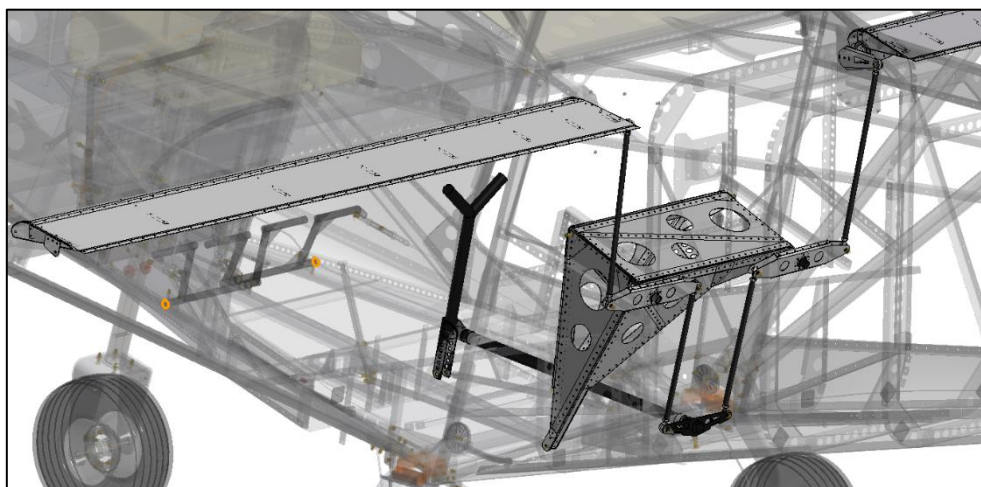

Figure 9: Système de contrôle de Flaperons avec mélangeur de Volets et Ailerons
**VOLETS:** la fonction des Volets est réalisée avec la déviation symétrique vers le bas des Flaperons, au moyen du mélangeur mécanique représenté à la Figure 9.